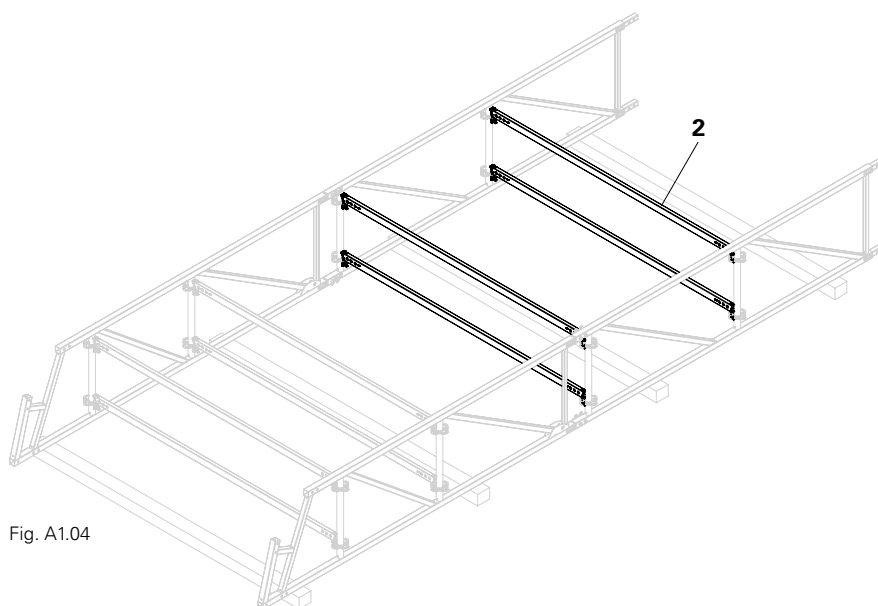

Fig. A1.04
3. Hæng horisontaler (**2**) på begge sider med kilehoved og kile (**2.1**) i rosetten (**1.1**). (Fig. A1.04)